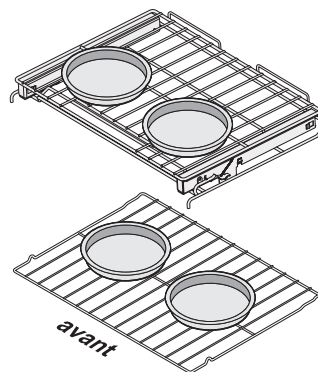

Figure 9 : Espacement des plats sur plusieurs grilles
- Lorsque vous cuisinez avec deux grilles de four, positionnez l'ustensile de cuisson comme illustré à la Figure 9. Laissez un espace d'au moins 5 à 10 cm (2 à 4 po.) entre les ustensiles de cuisson pour permettre à l'air de bien circuler.